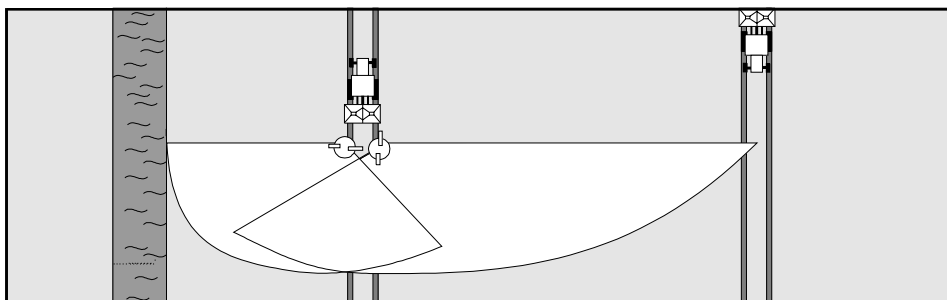

Fig. 7.19
De kantstrooischotel "Tele-Set" levert een strooibeeld met steil afvallende strooiflank langs de perceelrand. **Bij gebruik van de kantstrooischotel "Tele-Set", de strooischotel "Omnia-Set" aan de zijkant van de strooier (fig. 7.19) bevestigen.**
7.6.2 Instellen van de kantstrooihotel volgens de milieunorm (fig. 7.19)